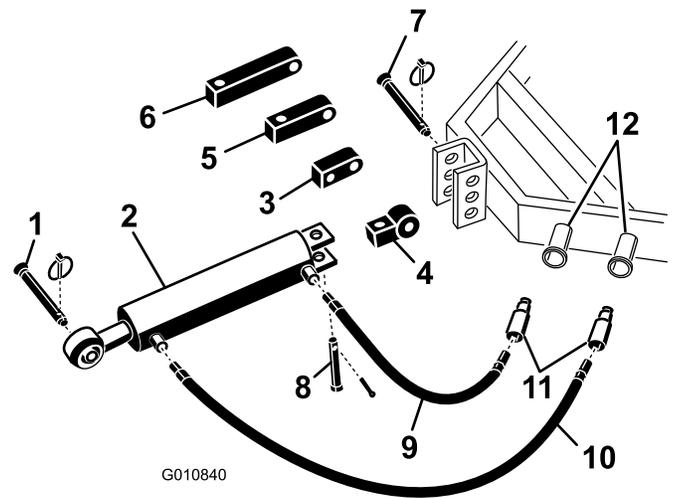

図 5
1. トラクタに付いているピンを使って、油圧式上部リンクの接続リンクをトラクタに固定する (図 5)。油圧式上部リンクは、ロッドの端がエアレタを向くように取り付ける。シリンダ・ポートは、トラクタの補助パワー油圧に向くように取り付ける。
**注** 油圧シリンダのポートが上を向くような取り付けしかできない場合には、通常取り付けブロックではなく、回転ブロックを使ってポートの位置を合わせてください (図 5)。
- A. 通常接続リンクをシリンダに固定しているコッター・ピンとピンを抜き取る (図 5)。シリンダから接続リンクを取り外す。
- B. 外したピンを使って、回転ブロックをシリンダに取り付ける (図 5)。
2. 長さ 107 cm の油圧ホースを、油圧式上部リンクのポート (エアレタに近い方のポート) に接続する (図 5)。オイル漏れを防止するために、ねじ部にはテフロン製テープなどのシール材を使用すること。
3. 長さ 76 cm の油圧ホースを、油圧式上部リンクのポート (トラクタに近い方のポート) に接続する (図 5)。オイル漏れを防止するために、ねじ部にはテフロン製テープなどのシール材を使用すること。
油圧シリンダのロッドがブラケットにとどかない場合には、通常に取り付けブロックではなく、延長ブロックを使ってください(図 5)。
- A. 通常の見続リンクをシリンダに固定しているコッター・ピンとピンを抜き取る(図 5)。シリンダから見続リンクを取り外す。
- B. 外したピンを使って、必要な長さの延長ブロックをシリンダに取り付ける(図 5)。